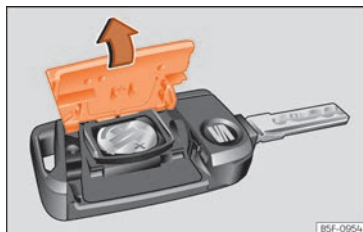

Fig. 47 Clau del vehicle: obertura de la tapa del compartiment per a la pila.
- Traieu la tapa a la part posterior de la clau del vehicle en la direcció de la fletxa »» fig. 47 , »» ①.